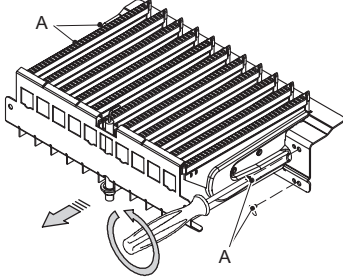

Figura 5.1
- Quite el panel anterior de la cámara de combustión y el quemador de la Figura 5.1.
- Vuelva a montar el quemador Figura 5.1, el panel anterior de la cámara de combustión y la pared móvil de la cámara estanca.